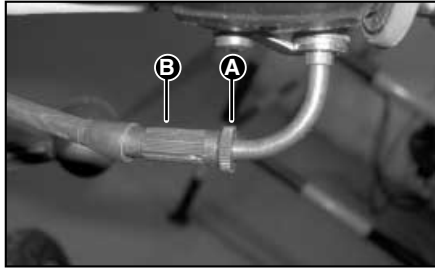

Fig. 1
3. Contrôlez le trajet à vide de la commande qui doit être de 4 mm approximativement. Si c'est nécessaire, procédez à son réglage: dévissez le contre écrou "A" (Fig. 1) et intervenez sur le réglage "B". Après avoir réalisé le réglage, serrez le contre écrou "A".